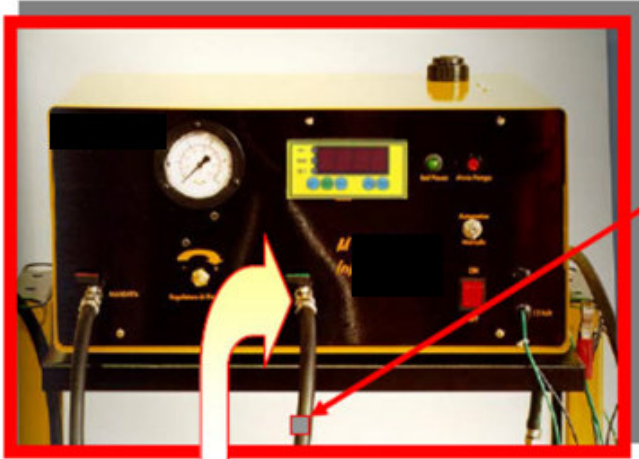

Figura 6
4.b Usando i raccordi in dotazione, collegare il tubo sull'innesto rapido "RITORNO" posto sul frontale dell'apparecchiatura (vedi figura 6 sottoindicata); successivamente congiungere l'altra estremità del tubo al sistema di alimentazione al punto staccato (riferimento fig. 1.B), vedi schema come da figura sottoindicata (fig. 7).